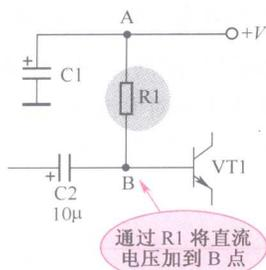

图 1-6 示意图
(1) 提供电压。如图1-6所示，电阻R1为B点提供直流电压。